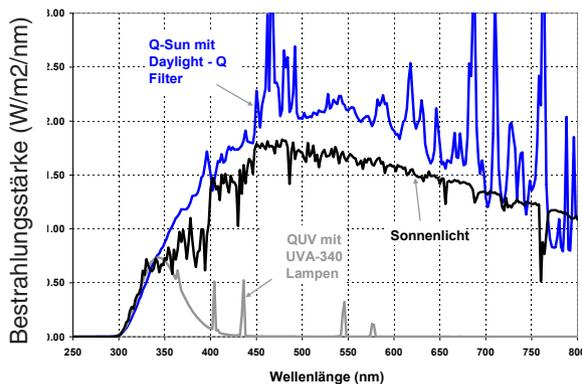

Abb. 1- Q-SUN und QUV im Vergleich zu Sonnenlicht
Das Q-SUN (Xenonbogen) und das QUV (UV-Leuchtstofflampen) sind die am häufigsten verwendeten Bewitterungsgeräte. Die beiden Testgeräte bauen auf vollkommen verschiedenen Ansätzen auf. Die Xenon Prüfkammer reproduziert das gesamte Sonnenlichtspektrum einschließlich Ultraviolettlicht (UV), sichtbarem Licht und Infrarotlicht (IR). Mit der Xenonbogenlampe wird im Wesentlichen der Versuch unternommen, das Sonnenlicht selbst zwischen 295 nm und 800 nm zu simulieren (siehe Abb. 1).
Das QUV versucht hingegen nicht, Sonnenlicht an sich zu reproduzieren, sondern lediglich die schädigende Wirkung von Sonnenlicht, die von 300 nm bis 400 nm auftreten kann. Es basiert auf der Prämisse, dass die meisten Witterungsschäden an haltbaren Materialien, die der Außenwitterung ausgesetzt sind, durch kurzwellige UV-Strahlung entstehen (Abb. 1)